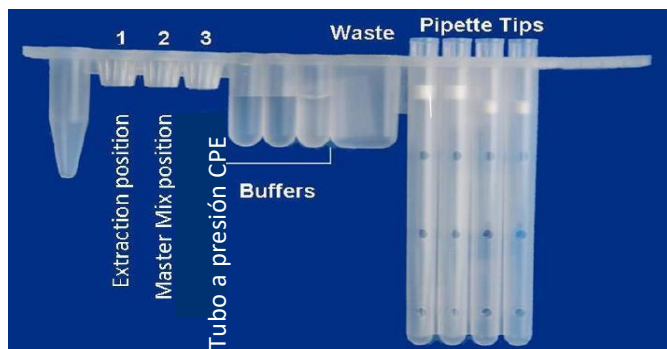

Figura 1: Configuración de la tira de reactivos individual de DNA
- 2.2.a. Inserte un tubo de reactivo de extracción BD ExK-1 (film blanco) en la posición 1 de la tira de reactivos, véase Figura 1.
- 2.2.b. Inserte un tubo de Master Mix DNAMMK (film verde/amarillo) en la posición 2 de la tira de ADN, véase la Figura 1.
- 2.2.c. Inserte un tubo de reactivo CPE (film azul/púrpura) en la posición 3 de la tira de ADN, véase la Figura 1.